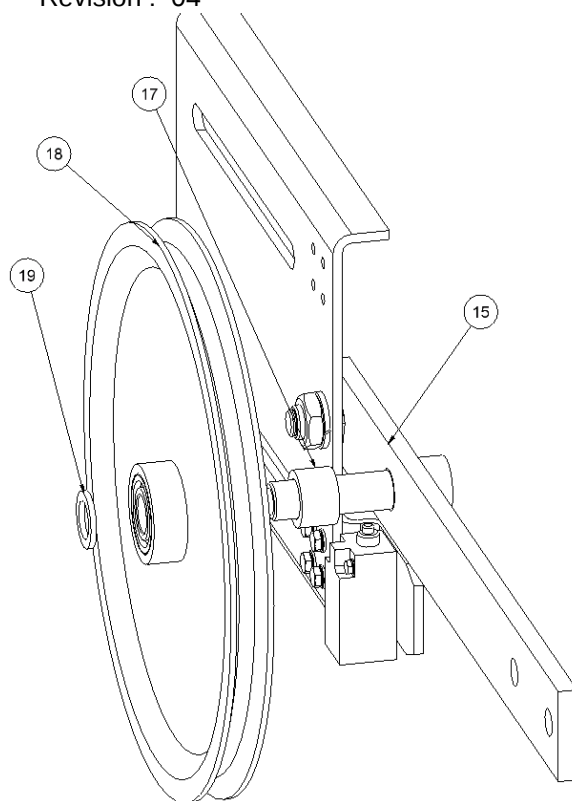

Figure 3
GUIDE: Introduire la douille hexagonale **(12)** dans le trou de l'arrimage guide **(1)**. La fixer avec une rondelle Grower DIN 127 M18 **(13)** et un écrou DIN 936 M18 **(14)**. Une fois la douille hexagonale fixée, introduire l'axe de l'ensemble barre porte-poids **(15)** sur la douille hexagonale, une fois l'axe mis, introduire une rondelle de sécurité DIN 471 D=14 **(16)** pour empêcher qu'elle ressorte - Fig. 3 -.
-Fig3-